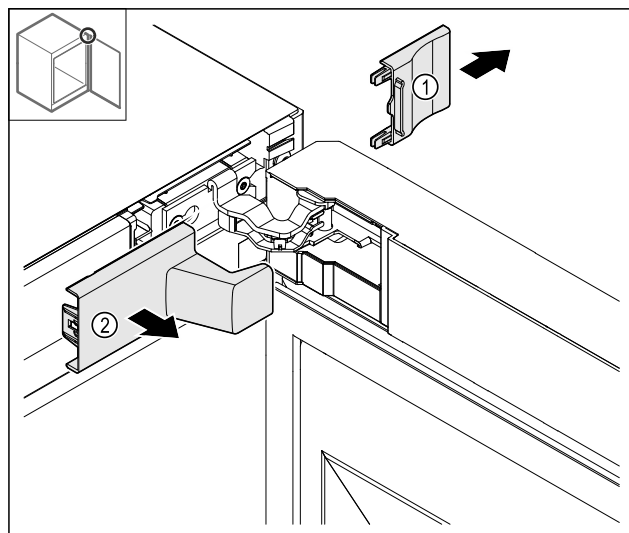

Fig. 13
- Abdeckung Fig. 13 (1) und dann Fig. 13 (2) entfernen.